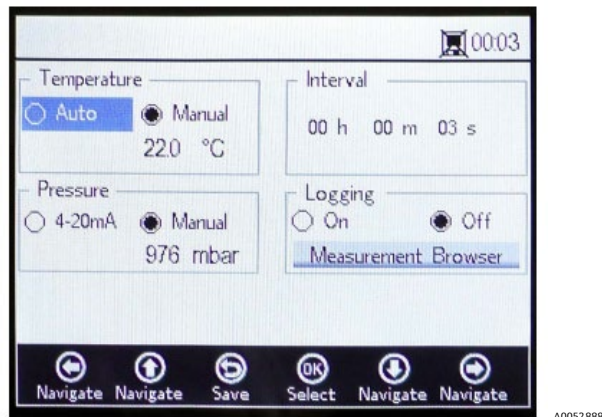

Abbildung 18. Anzeige Measurement Settings
2. Auf **Yes** klicken, um die Messung zu stoppen und die Anzeige MEASUREMENT SETTINGS zu öffnen. Siehe Abbildung 18.